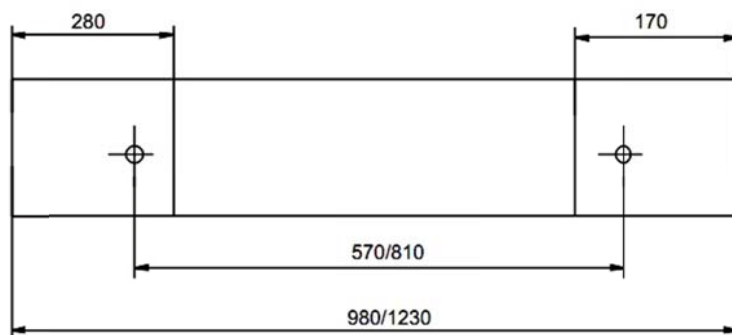

Рисунок 17
9.1.6 Закрепите станок (Turner 250×450 G / Turner 250×700 G), учитывая размеры его основания (смотрите рисунок 17).